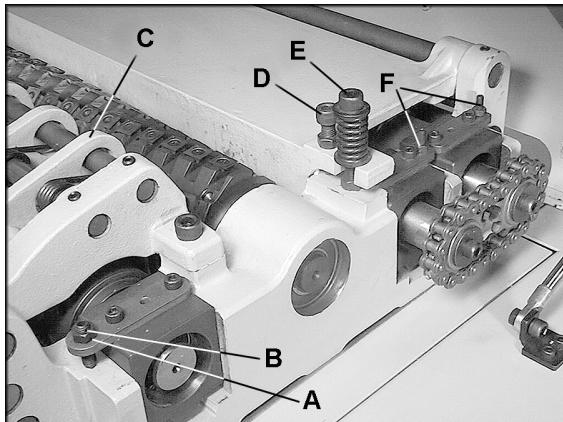
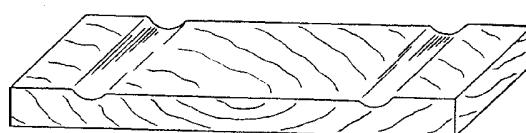

Рис. 11
Рис. 16
- Если эта величина не составляет 1,6 мм, скорректируйте ее, ослабив гайку (A, Рисунок 11) и повернув регулировочный винт (B, Рисунок 11) с помощью шестигранного ключа.
- Переместите индикатор на крайний противоположный край ролика подачи и повторите измерение. Внесите необходимые корректировки. При завершении затяните шестигранные гайки (A, рис. 11).
Стружколоматель (C, Рисунок 11) представляет собой группу подпружиненных секций, установленных на стержне, который дополняет ролик подачи. Функция стружколомателя: ломать крупную стружку на мелкие части, избежать раздробления древесины, избежать отскакивание более тонких заготовок, удалять стружку со станка и обрабатывать несколько заготовок.
Используйте индикатор, чтобы установить прижимную планку по всей длине на расстоянии 0,00 ... 0,02 мм ниже поверхности ножевого вала. На рис. 11 показан винт для регулировки высоты (D) и винт для регулировки натяжения пружины (E) прижимной планки. Это начальное положение является отправной точкой, окончательная корректировка может потребоваться во время тестового запуска.
При необходимости отрегулируйте положение с помощью винтов (F, Рисунок 11). По завершении регулировки затяните гайки на винтах (F, Рисунок 11).
Следы от прижима возникают на расстоянии 152 мм с каждого края заготовки, когда давление прижимной планки слишком высоко. См. рис. 16. Поверните оба регулировочных винта, правый и левый, см. рис. 11, одинаково на 1/4 оборота и менее по часовой стрелке и произведите глубокий (1,59 мм) рез. Снова осмотрите доску.